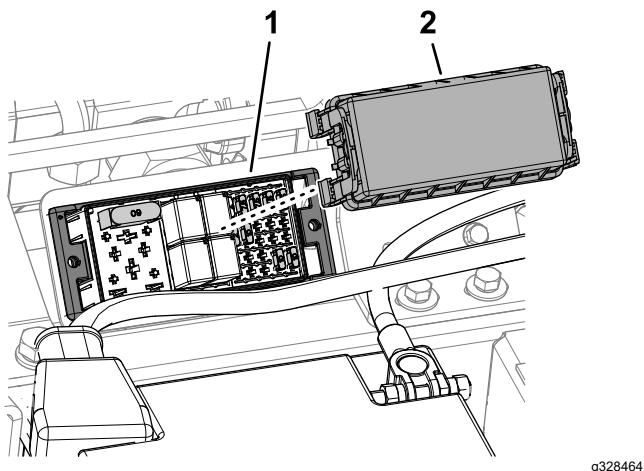

Figura 58
2. Togliete il coperchio del portafusibili (Figura 58).
5. Montate il coperchio del portafusibili (Figura 58).